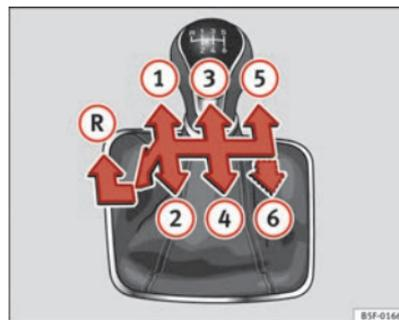

Fig. 93 Esquema de un cambio manual de 5 marchas o bien de 6 marchas.
En la palanca de cambios están representadas las posiciones de cada una de las marchas ⇒ fig. 93.
- Mueva la palanca de cambios completamente hacia la izquierda y después hacia delante para situarla en la posición de la marcha atrás ⇒ fig. 93 Ⓜ.